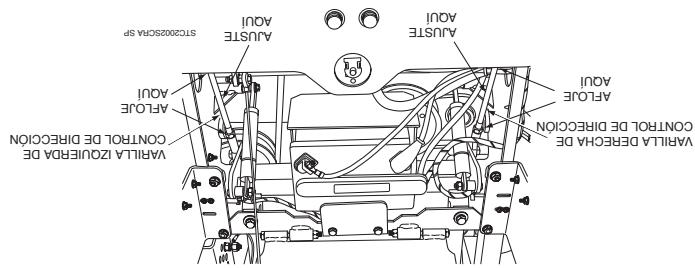

Figura 6-3. Ajuste de la varilla de control
A. Detenga la máquina y coloque las palancas de control de dirección en la posición neutral. Ajuste las palancas de control de dirección en la posición neutral. Vea la Figura 6-3.
4. Ajuste la rueda derecha situando las contratuercas en la varilla de control de dirección y gire la varilla hasta que la rueda motriz gire hacia adelante. Gire la varilla en sentido contrario hasta que la rueda motriz deje de moverse. Gire la varilla que la rueda motriz deje de moverse. Vea la Figura 6-3.